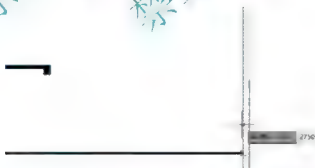

图 4.96 利用【对象追踪】辅助工具寻找水平线的起点
(1) 将【墙】图层设置为当前层。
(2) 绘制①轴线上的剖面窗。
① 打开【正交】、【对象捕捉】和【对象追踪】功能，启动【直线】命令，在 **LINE** 指定第一点：提示下，捕捉地面线的右端点，不单击，然后将光标轻轻向上拖出虚线，输入“2750”（ $2750=1550+1100$ ）后按 Enter 键，如图 4.96 所示。